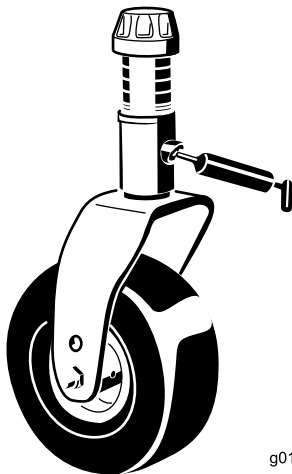

Bild 15
- Laufradgabel-Büchsen (4) (Bild 15)